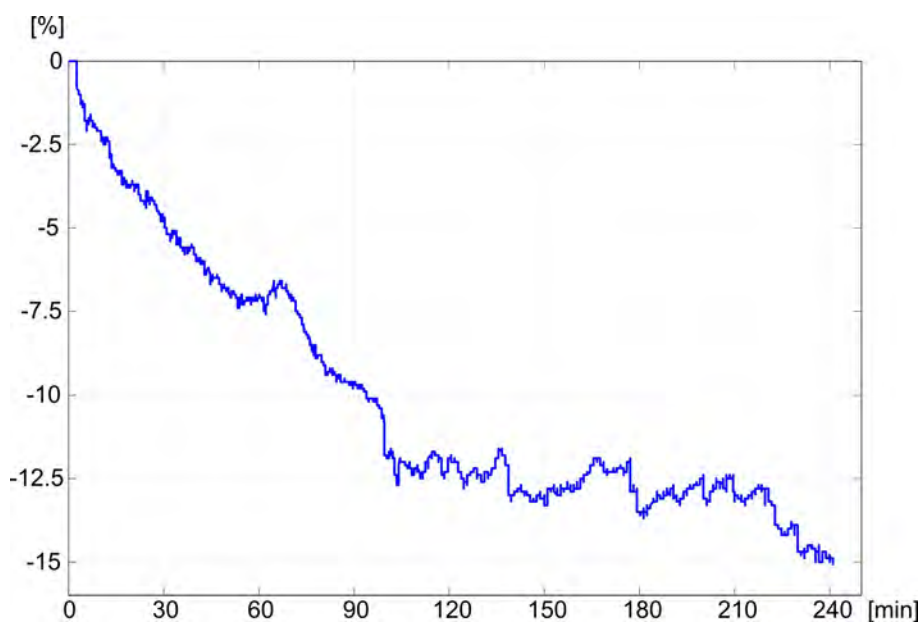

Bild 11-18 Trend för relativ blodvolym (i %) under behandling (tid i minuter)
Hematokritsensorn (tillval) (se avsnitt 11.4 Hematokritsensor (HCT-sensor) (270)) ger relativa blodvolymvärden (delta-blodvolym i %) i tidsintervall om 10 sekunder. bioLogic Fusion använder dessa värden för att beräkna lutningarna i de senaste 10 minuternas RBV-trend (Bild 11-18) för att övervaka utvecklingen av RBV-minskning.